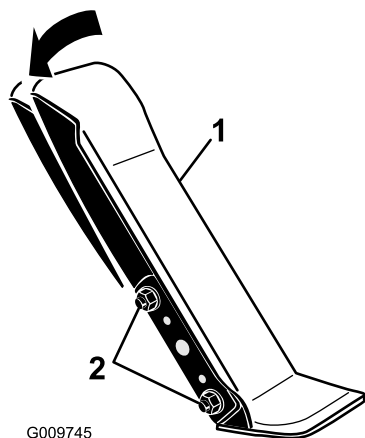

Bild 60
1. Lösen Sie die zwei Muttern und Schrauben, mit denen die linke Seite des Fahrpedals an der Halterung befestigt ist (Bild 60).
2. Drehen Sie das Pedal auf den gewünschten Winkel und ziehen Sie die Muttern an (Bild 60).